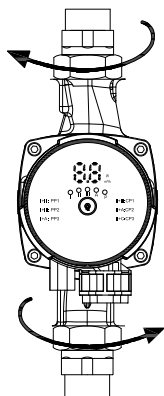

Рис. 4 Затягування фітінгів
3. Затягніть фітинги (див. рис. 4)